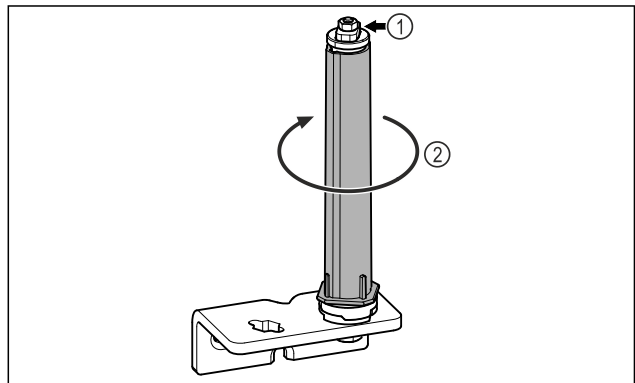

Fig. 28
- ▶ Μην αποσυναρμολογείτε το σύστημα κλεισίματος πόρτας Fig. 28 (1).
- ▶ Περιστρέψτε το σύστημα κλεισίματος Fig. 28 (2), μέχρι να κάνει κλικ.